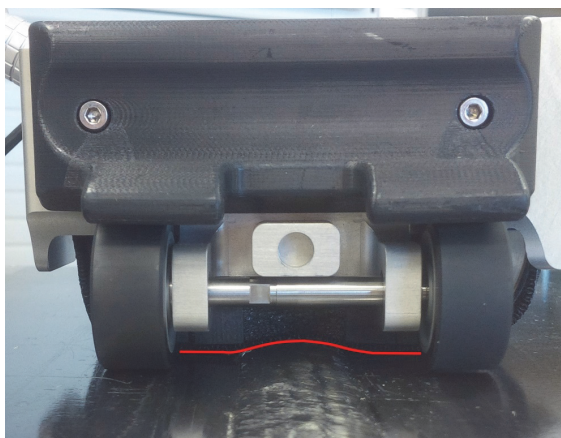

Figure 5-2 Forme de la sonde contre la soudure (ligne rouge)
3. Desserrez le boulon à oreilles et ajustez la position de la sonde sur la surface d'inspection pour qu'elle y repose fermement. Appliquez une légère pression sur la sonde pour que celle-ci soit bien appuyée contre la surface d'inspection et la soudure, et puis serrez le boulon à oreilles (voir la Figure 5-2 à la page 54).